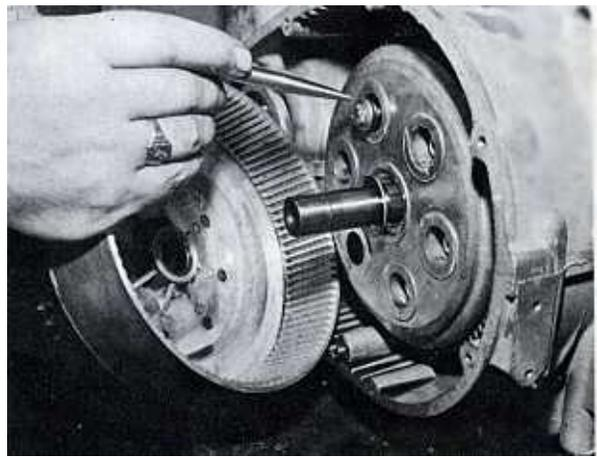

Bild 121
- Die sechs Befestigungsschrauben der Kupplungsdruckplatte lösen (Bild 121). An älteren Zweizylindermaschinen war die Druckplatte mit Querstiften befestigt (Bild 119). Es gab ein Spezialwerkzeug von Laverda zum Herausnehmen der Stifte; dieses scheint jedoch nicht mehr erhältlich zu sein. Man kann sich ein Werkzeug aus einem Rohr mit 8 mm Innendurchmesser selbst herstellen; das Rohrende ist mit zwei einander gegenüberliegenden Ausschnitten zu versehen, durch die die Stifte herausgenommen werden können. Die Schrauben müssen in gleichmässigen Stufen gelöst werden. Nach dem Lösen aller Schrauben bzw. Querstifte kann die Druckplatte mit allen Scheiben und Lamellen herausgezogen werden (Bild 122).